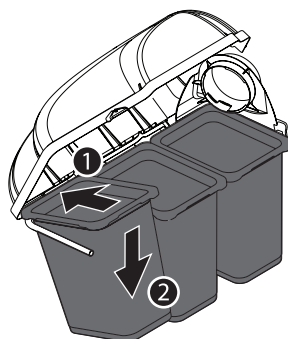

Figure 18
9. Installez les 3 sacs à herbe (664-05104) sur leur support en insérant d'abord la partie avant du sac (1), puis la partie arrière jusqu'à ce que chaque sac soit correctement placé sur son support (2) comme indiqué dans la Figure 18.